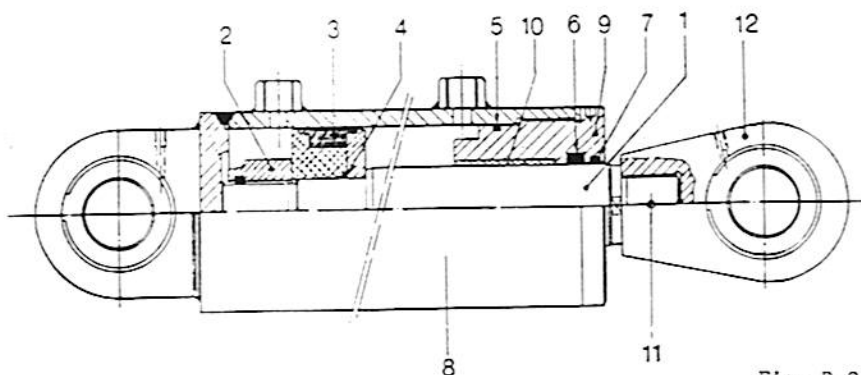

Fig. D.8
a) SOSTITUZIONE GUARNIZIONI TENUTA STELO (Rif. Fig. D.8)
1. Staccare il cilindro dai tubi di alimentazione e lo stelo (1) dal proprio attacco (12)
3. Svitare la testata (9)
5. Togliere le guarnizioni (5) (6) e (7); verificare lo stato della boccia (10)
7. Infilare la testata sullo stelo e avvitarla al cilindro (8)